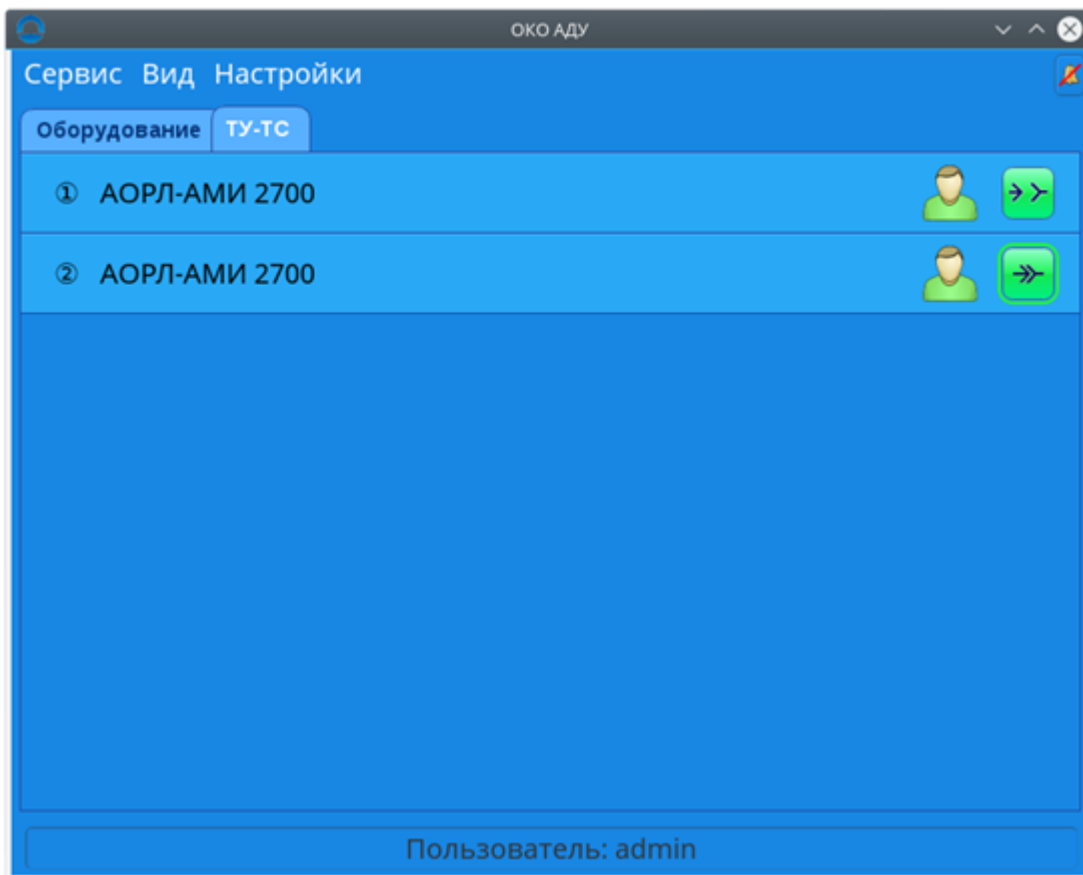

Рисунок 4. Вид вкладки «ТУ-ТС»
3.1.10 На вкладке «ТУ-ТС» (рисунок 4) отображается наличие связи с серверами радиолокатора и информация об авторизации оператора на серверах.